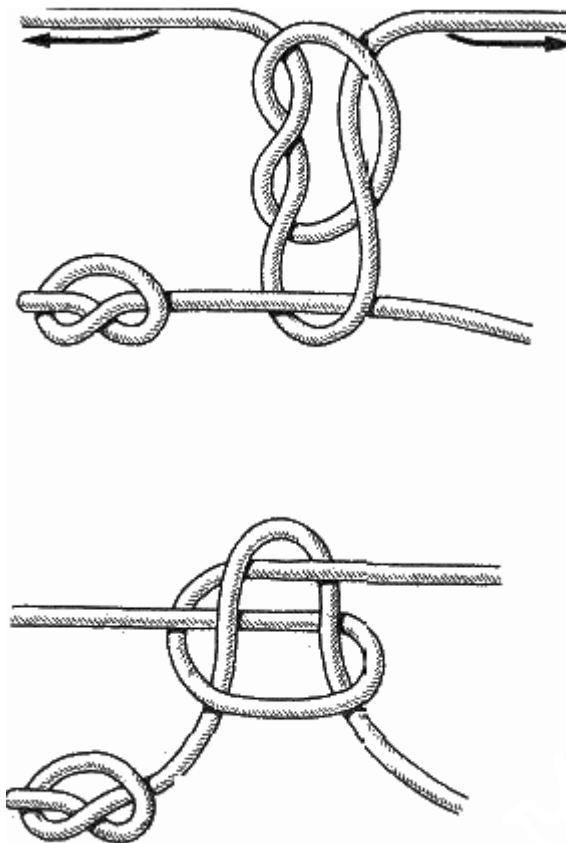

Рис. 131. Поводковый на основе бегущего узла
**Поводковый на основе бегущего узла** (рис. 131). Чтобы привязать к леске поперечный поводок таким способом, завяжите в нужном месте лески бегущий простой узел, но не затягивайте его до конца. На конце поводка завяжите восьмерку и этот конец пропустите в петлю бегущего узла. Затянув последний узел, как показано на рис. 131, вы надежно прикрепите к леске поводок.